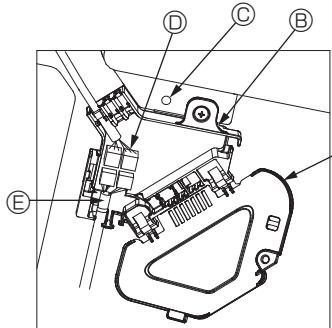
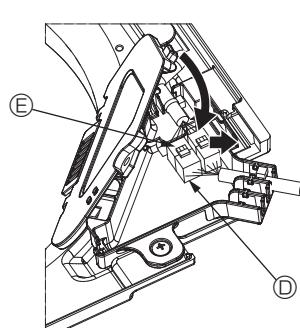

Fig. 10-8
Fig. 10-9
- ① Retire el tornillo que sujeta la cubierta de la caja de conexión, y luego abra la cubierta.
- ② Conecte firmemente el conector del cable de enlace del motor de los deflectores y el conector del cable de dicho motor en la caja de conexión. (Fig. 10-8)
- ③ Encuentará dos conectores del motor de los deflectores: un conector azul y un conector naranja. Cuando conecte los conectores, asegúrese de que los colores coincidan.
- ④ Cierre la cubierta de la caja de conexión.
- Al cerrar la cubierta de la caja de conexión, deslice la cubierta en la dirección indicada por la flecha y compruebe que el resalte haya quedado firmemente insertado. (Fig. 10-9)